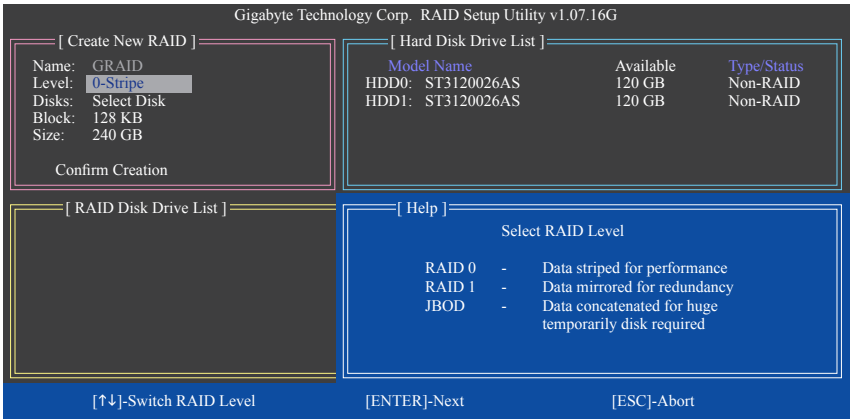

Figure 5
Le bloc **Create New RAID** affichera tous les éléments qui doivent être configurés pour créer une matrice (Figure 5).
2. **Sélectionner le mode RAID** : Dans l'élément **Level**, utilisez les touches flèches vers le haut ou le bas pour sélectionner RAID 0 (Stripe), RAID 1 (Miroir) ou JBOD (Figure 5). Appuyer alors sur <Enter> pour aller à l'étape suivante.